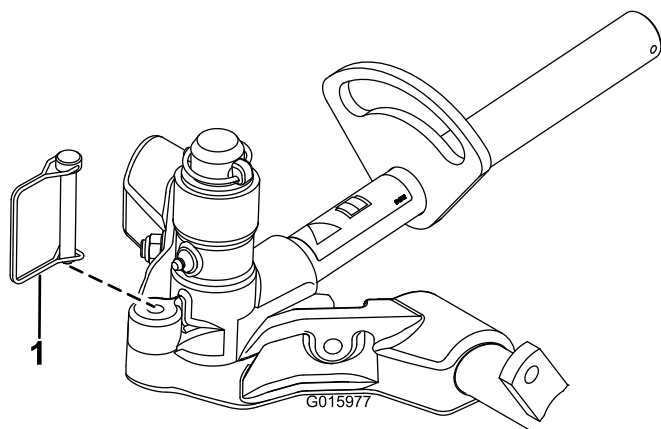

Figura 12
11. Para bloquear (inmovilizar) la dirección de las unidades de corte, sujete la horquilla de pivote al bastidor de tiro con el pasador de alambre (Figura 12).